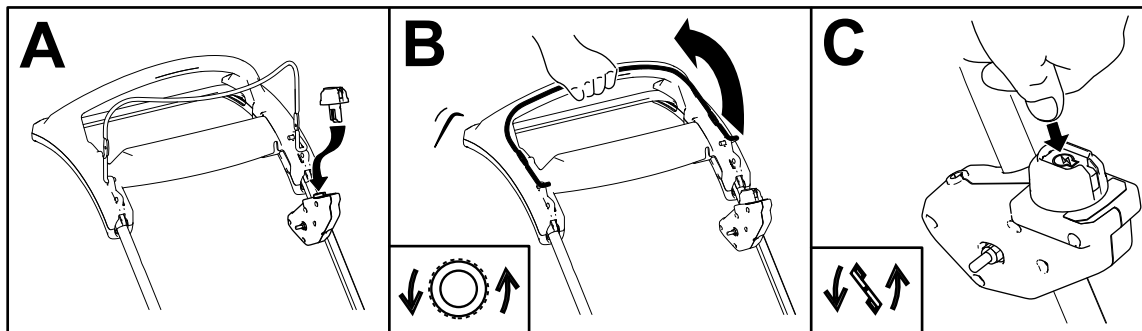

Figure 13
2. Insérez le bouton de démarrage électrique dans le commutateur de démarrage électrique (A de Figure 13).
3. Serrez la barre de commande contre le guidon pour mettre la machine en marche et engager l'autopropulsion (B de Figure 13).
4. Appuyez sur le bouton de démarrage électrique pour engager les lames (C de Figure 13).